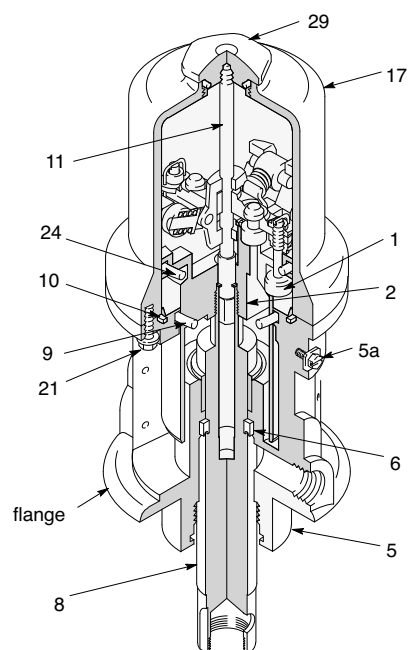

Рис. 3
См. Рис. 3 и Рис. 4, касающиеся указанных ниже инструкций.
4. С помощью ленточного гаечного ключа выкрутите цилиндр для жидкости (105) из основания пневматического двигателя (5).
5. С усилием опустите поршневой шток (8) вниз до упора. (Рис. 3)
6. Возьмитесь гаечными ключами за плоские поверхности поршневого штока (8) и поршня для жидкости (110). Отвинтите поршень для жидкости от поршневого штока. Извлеките шарик (111) из конечной части поршневого штока и снимите уплотнительное кольцо (104) с поршня для жидкости.
8. Вывинтите накидную гайку цилиндра (29) из верхней части цилиндра пневматического двигателя (17).
9. Потяните накидную гайку цилиндра (29) вверх, чтобы стала видна тяга переключения. Возьмитесь за тягу переключения с помощью плоскогубцев с накладками и вывинтите накидную гайку цилиндра из тяги переключения.